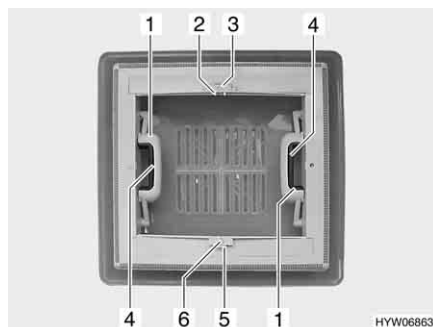

Fig. 16 Oblò a scatto
**Apertura:** ■ Premere la chiusura a scatto (Fig. 16,4) verso l'interno dell'oblò. Premere contemporaneamente verso l'alto l'oblò con la maniglia (Fig. 16,1).
**Chiusura:** ■ Tirare con forza verso il basso le due maniglie (Fig. 16,1) dell'oblò, fino a quando non scattano entrambe le chiusure.
**Chiusura:** ■ Premere l'arresto (Fig. 16,5) verso il lato esterno dell'oblò.
■ Tirare l'oscurante a rullo per la maniglia (Fig. 16,6) fino alla maniglia contrapposta della zanzariera a rullo (Fig. 16,2) e farla innestare.
**Apertura:** ■ Serrare la maniglia (Fig. 16,2). L'arresto si sblocca.
■ Ricondurre lentamente l'oscurante a rullo accompagnandolo con la maniglia (Fig. 16,6).
**Chiusura:** ■ Premere l'arresto (Fig. 16,3) verso il lato esterno dell'oblò.
■ Tirare la zanzariera a rullo per la maniglia (Fig. 16,2) fino alla maniglia contrapposta dell'oscurante a rullo (Fig. 16,6) e farla innestare.
■ Ricondurre lentamente la zanzariera a rullo accompagnandola con la maniglia (Fig. 16,2).